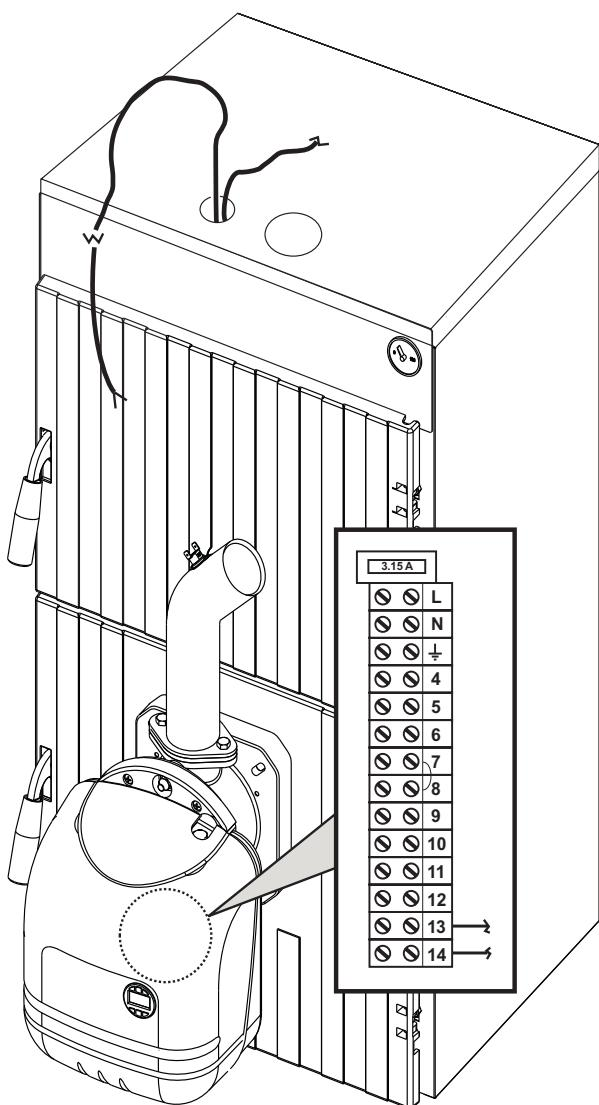

рис. 12
- Установите крышку котла и пропустить кабель из отверстия, как показано на рис. 12.